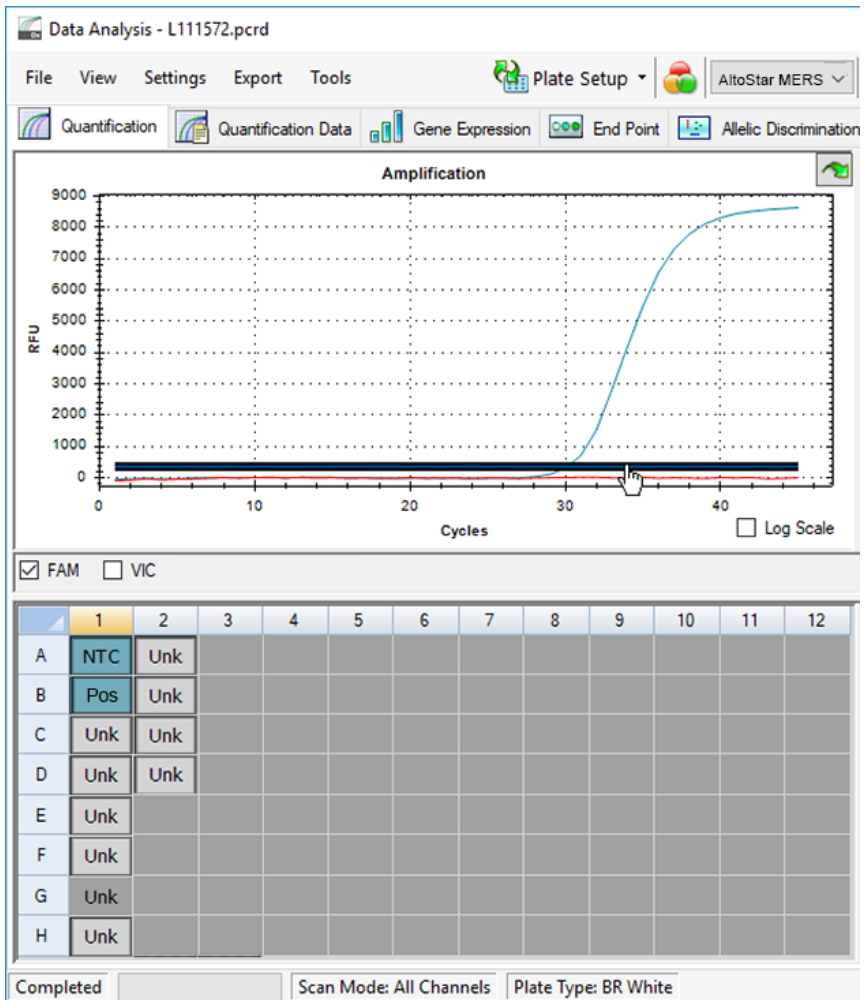

Figura 10: Finestra Data Analysis (Analisi dei dati): impostazione della soglia FAM™
5. Sul lato sinistro della finestra Data Analysis (Analisi dei dati) togliere il segno di spunta dalla casella di controllo **VIC** e spuntare solo la casella di controllo **FAM** per il canale di rilevamento del target MERS-CoV (vedere figura 10).
6. Selezionare solo i pozzetti contenenti NTC e PC nella vista piastra della finestra Data Analysis (Analisi dei dati) (vedere figura 10).
7. Trascinare la soglia pozzetto sopra al segnale dell'NTC nell'area esponenziale del segnale PC (vedere figura 10).